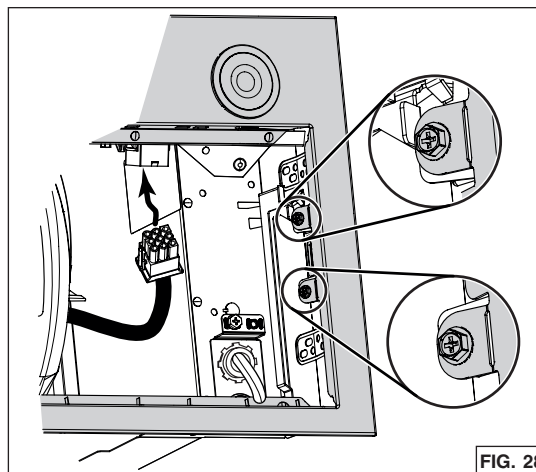

FIG. 28
6. Réinstaller et fixer le châssis à la hotte à l'aide des 4 vis de retenue (deux par côté, encadrées dans la FIG. 28). Brancher le câble du ventilateur à son connecteur situé sur le châssis (FIG. 28).